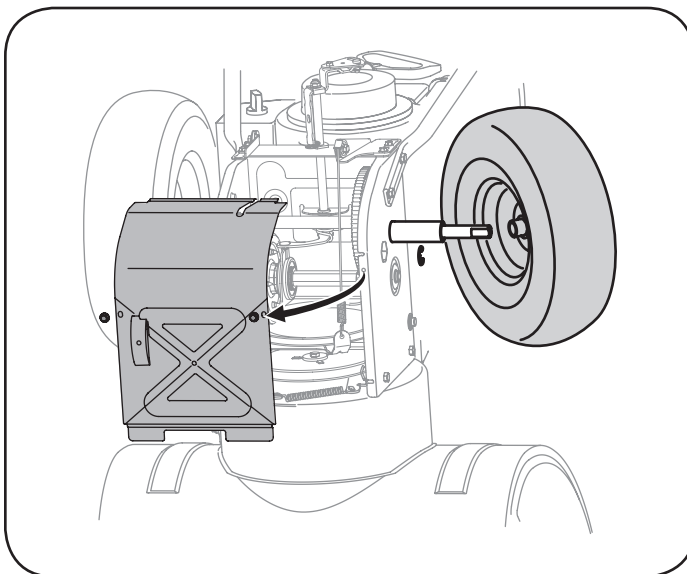

Figura 29
5. Retire la rueda derecha quitando el tornillo y la arandela de campana que la aseguran al eje. Vea la Figura 29.